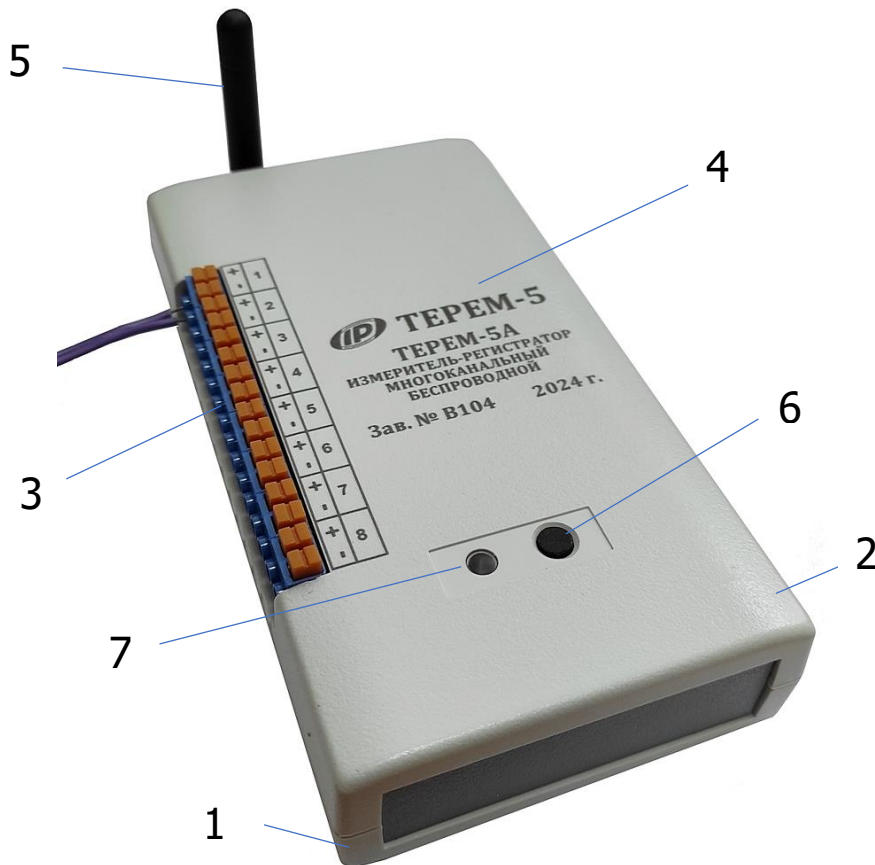

Рисунок 3 – Внешний вид модуля
Измерительный модуль (рис. 3) представляет собой автономное устройство, размещенное в пластиковом корпусе, состоящее из основания (1) и крышки (2), стянутых между собой винтами. Внутри корпуса установлена печатная плата с установленными на ней электронными компонентами и полимерная Li-Ion аккумуляторная батарея (извлечение и замена литиевого аккумулятора потребителем не допускается).